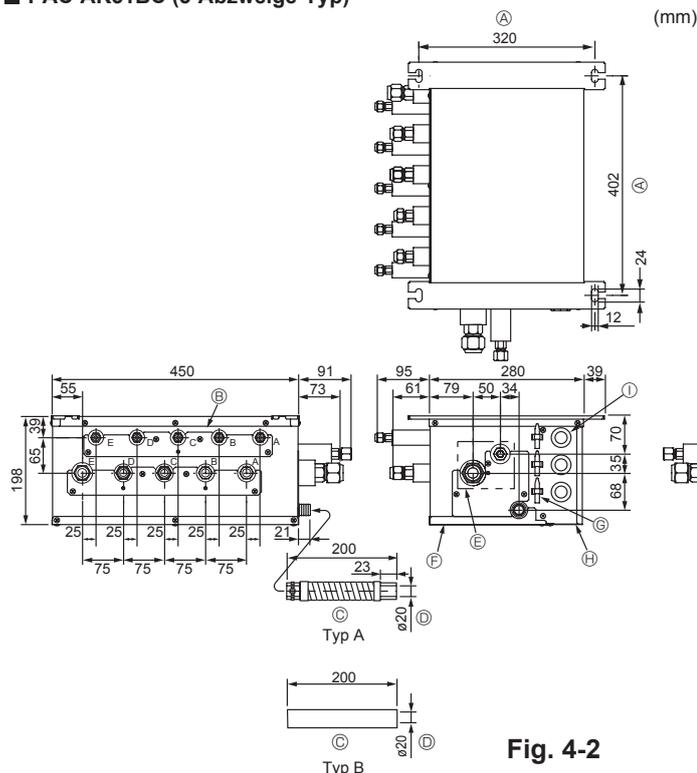

Fig. 4-2
■ PAC-AK51BC (Fig. 4-2)
- (1) Montieren Sie die Tragbolzen (zusätzlich zu erwerben) mit dem angegebenen Abstand. (Fig. 4-2, 4-3).